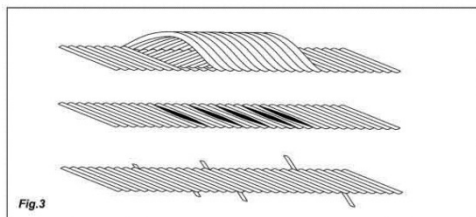

Fig.3
- Prüfen Sie das Stahlseil nach jeweils 30 Hebezyklen. Wenn das Stahlseil scharfe Knicke, Beschädigungen oder gebrochene Drähte aufweist (Fig. 3, S. III) lassen Sie es durch einen Fachmann ersetzen.